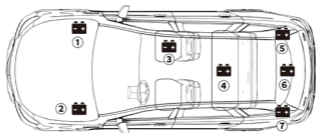

図 4.1.1
1. ほとんどのモデルは、エンジンベイのボンネットの下の前角にバッテリーを置きます。図 4.1.1 のバッテリーの位置①と②を参照してください。
2. 不均一な重量配分のバランスをとるために、一部のメーカーはエンジンをトランクに置いています。図 4.1.1 のバッテリーの位置⑤、⑥ 和⑦を参照してください。この場合、バッテリーはプラスチック製のカバーがあり、テストの前に取り外す必要があります。
3. 他のモデルの場合、バッテリーは後部座席の下に保管されている可能性があります。図 4.1.1 のバッテリーの位置④を参照してください。
4. 一部の車両では、バッテリーは助手席の下です。図 4.1.1 のバッテリーの位置③を参照してください。